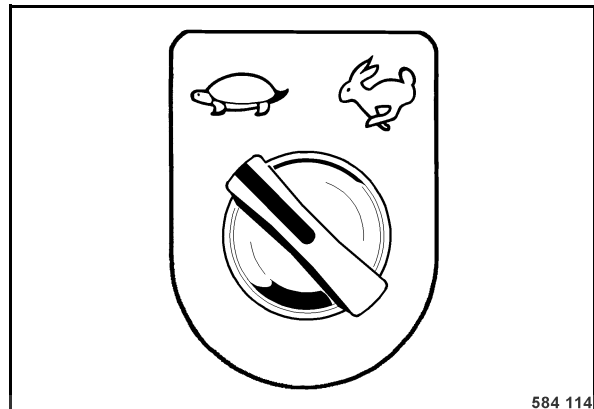

Fig. 92
- Présélection de la vitesse de travail (Fig. 92).